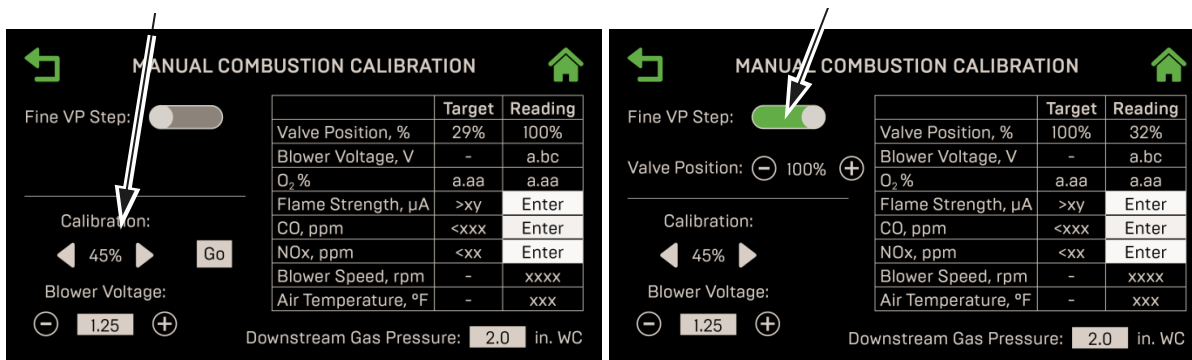

Figure 4-9 : Écrans d'étalonnage de la Manual Combustion Calibration
17. Comparez la lecture d'oxygène (O2) à la **valeur d'O2** dans la colonne **Lecture** (figure 4-9). S'ils diffèrent, allez à l'écran du **Main Menu → Calibration → Input /Output → O2 Sensor** et ajustez le paramètre **O2 Offset**, jusqu'à **±3%**, pour que le capteur d'O2 intégré corresponde à la valeur de l'analyseur de combustion. Si votre analyseur de combustion est correctement étalonné et que le capteur d'O2 embarqué ne peut pas correspondre à l'analyseur, il se peut que le capteur soit défectueux et doive être remplacé.
21. Comparer les lectures mesurées d'oxyde d'azote (NOx) et de monoxyde de carbone (CO) aux valeurs **Targets** du tableau 4-5 . Si vous ne vous trouvez pas dans une zone « limitée en NOx » et/ou si vous n'avez pas de mesure de NOx dans votre analyseur, réglez l'O2 à la valeur indiquée dans la colonne **Oxygène (O2)%** du tableau ci-dessous.